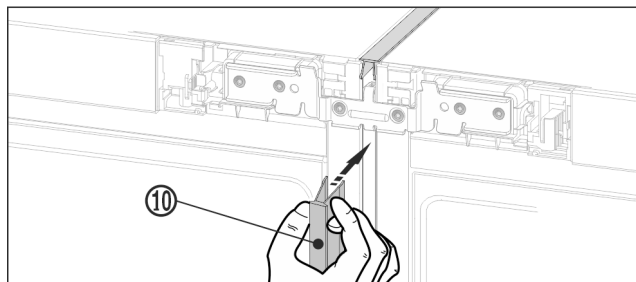

Fig. 27
- ▶ En la parte delantera, presione el listón embellecedor Fig. 27 (10) largo para introducirlo en la ranura vertical. Preste atención a que el listón embellecedor quede sobre la chapa de unión.